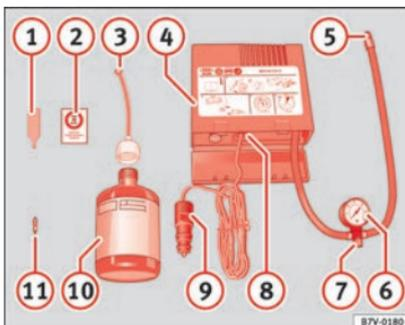

Abb. 69 Prinzipdarstellung: Bestandteile des Pannensets
- Ventilkappe und Ventileinsatz vom Reifenventil abschrauben. Verwenden Sie den Ventileinsatzdrehwerk » Abb. 69 ① zum Heraus-schrauben des Ventileinsatzes. Legen Sie den Ventileinsatz auf einem sauberen Untergrund ab.
- Reifendichtmittelflasche kräftig schütteln » Abb. 69 ⑩.
- Schrauben Sie den Einfüllschlauch » Abb. 69 ③ auf die Dichtmittelflasche. Die Folie am Verschluss wird automatisch durchstoßen.
- Verschlussstopfen vom Einfüllschlauch » Abb. 69 ③ entfernen und das offene Ende ganz auf das Reifenventil stecken.
- Ventileinsatz mit dem Ventileinsatzdrehwerk » Abb. 69 ① wieder in das Reifenventil schrauben.
- Reifenfüllschlauch » Abb. 69 ⑤ des Luftkompressors fest auf das Reifenventil schrauben.
- Prüfen, ob die Luftablassschraube » Abb. 69 ⑦ zuge dreht ist.
- Stecker » Abb. 69 ⑨ in die 12 Volt-Steckdose des Fahrzeugs stecken » 📖 Seite 167.
- Luftkompressor mit dem EIN- und AUS-Schalter » Abb. 69 ⑧ einschalten.